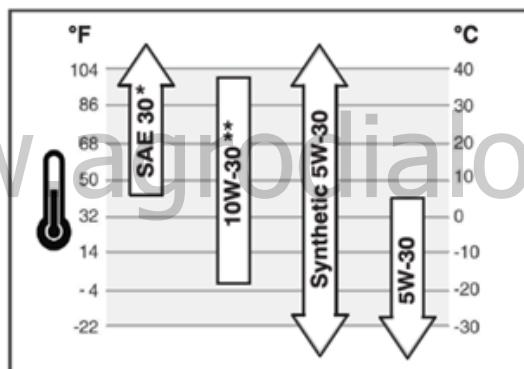

Рисунок 38
6. Залейте в двигатель рекомендованное масло (см. таблицу рекомендованных масел рис.38). Емкость системы смазки двигателя составляет 740 г.